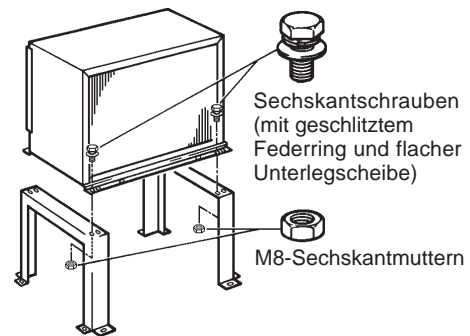

Abb. 6
- 1) Befestigen Sie die Füße an der Kondensatoreinheit entsprechend der Abbildung mit acht M8 x 16 mm Sechskantschrauben und M8-Muttern. Siehe Abb. 6.